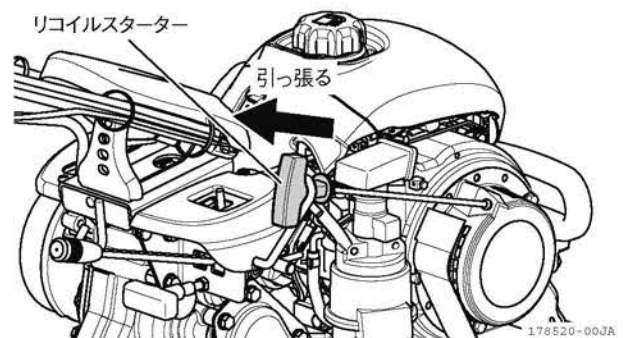

図 2-33 リコイルスターター
2. リコイルスターターを引っ張ります。(図 2-33) エンジンが始動したら、リコイルスターターをゆっくりと元に戻します。